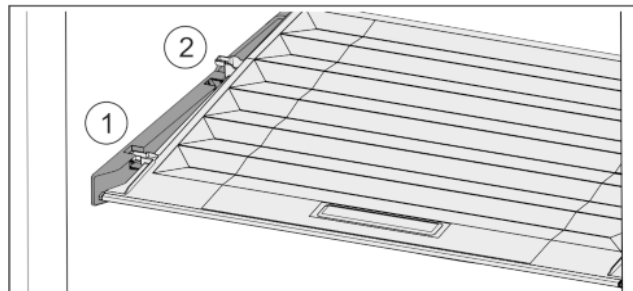

Fig. 27
- ▶ Издърпайте напред Fig. 27 (1) капака до отвора в задържащите части.
- ▶ Повдигнете го отзад отдолу и отстранете Fig. 27 (2) нагоре.